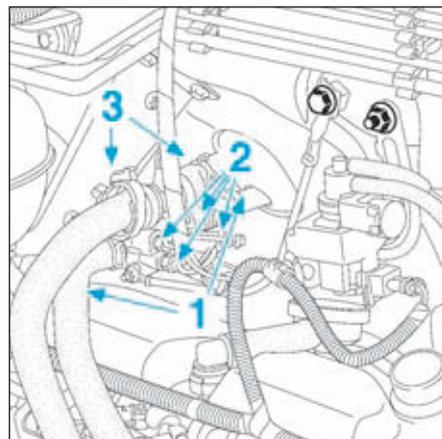

FIG.135
- Mettre en place des pinces-durites sur les durites du boîtier thermoplongeurs (1) (Fig.135).